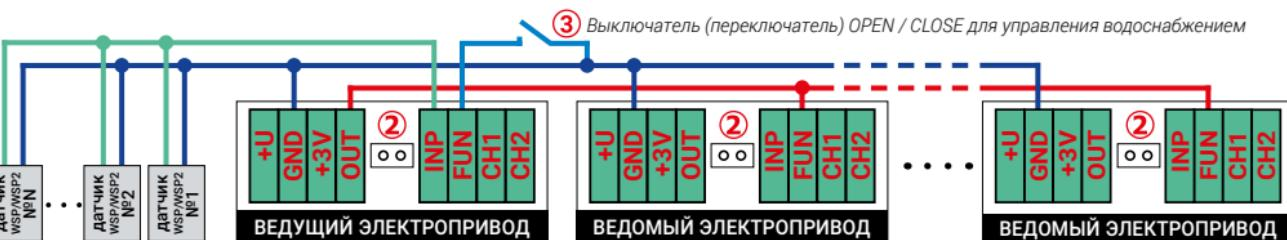

Рис. 1. Объединение в систему нескольких шаровых электроприводов из серий GIDROLOCK WINNER
В определенных случаях может возникнуть необходимость подключить к шаровому электроприводу GIDROLOCK WINNER другие электроприводы серии GIDROLOCK WINNER. Например, если в системе водоснабжения предусмотрено перекрывать холодную и горячую воду, то для решения такой задачи потребуется два и более устройства: один ведущий шаровой электропривод GIDROLOCK WINNER и несколько шаровых электроприводов GIDROLOCK WINNER в качестве ведомых (рис.1).
ВНИМАНИЕ! При подключении электроприводов серии GIDROLOCK WINNER по схеме ведущий – ведомые убедитесь в отсутствии установленных джамперов (2) во всех соединяемых электроприводах серии GIDROLOCK WINNER (рис. 1 и фото 6).
При объединении в систему нескольких электроприводов серии GIDROLOCK WINNER выключатель (переключатель) с фиксацией положения (фото 22-24) для дистанционного управления водоснабжением подключается к клемме FUN только ведущего шарового электропривода (3, рис.1).